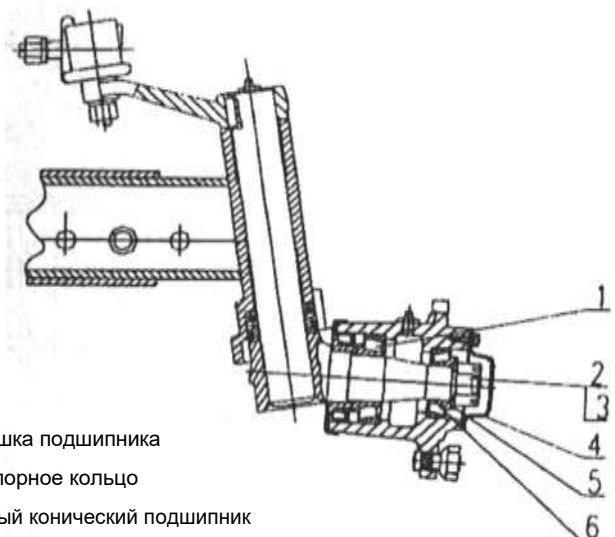

Рис. 6-9. Регулировка осевого зазора подшипника переднего колеса
### **1. Конструкция (см. Рис. 6-9)**
#### **(1) Регулировка осевого зазора подшипника переднего колеса (см. Рис. 6-9).**